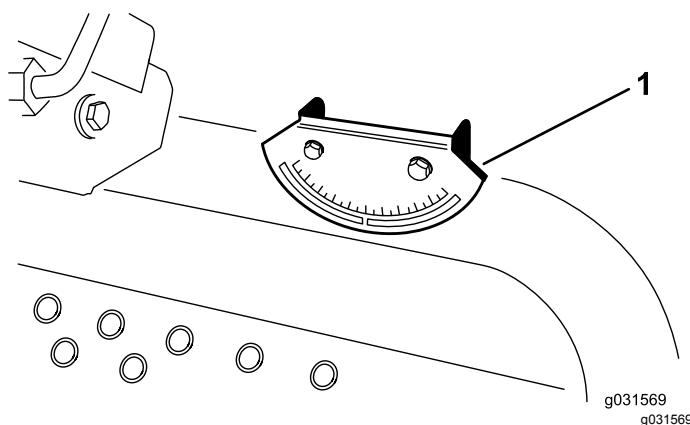

Рисунок 5
2. Убедитесь, что машина находится в горизонтальном положении, установив ручной уклономер (поставляемый в комплекте с машиной) на поперечную балку рамы рядом с топливным баком (Рисунок 5).